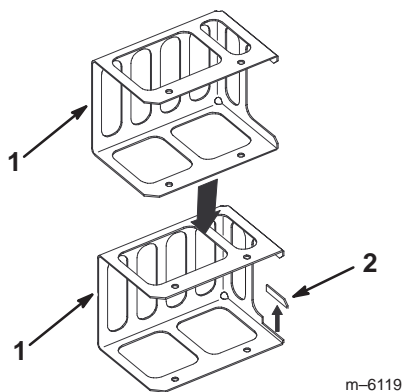

Figura 15
1. Antes de instalar el protector térmico del depósito hidráulico, recorte una sección del protector térmico según muestra la figura 15. Esto permite que el protector térmico encaje alrededor del soporte lateral.